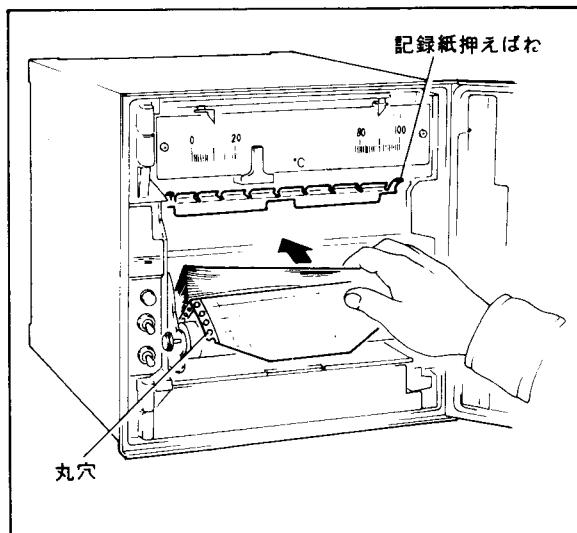

図11-4 記録紙の挿入
- (4) 記録紙の丸穴を左にし、巻末の三角部を手前にして挿入します。収納部に挿入したら後方へ倒します(図11-4)。